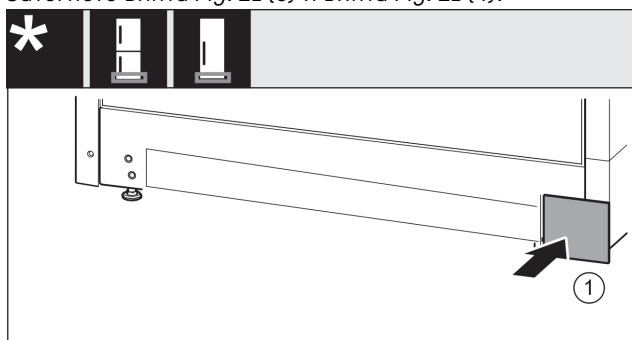

Fig. 22
- Поставете капака Fig. 22 (1) отново върху другата страна.